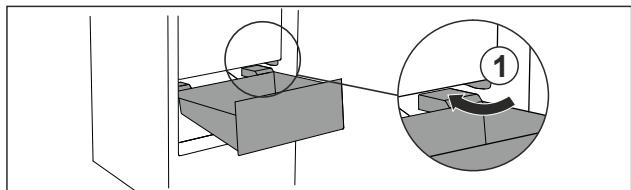

Fig. 102
- Prevedte zásuvku šikmo okolo zarážok Fig. 102 (1).